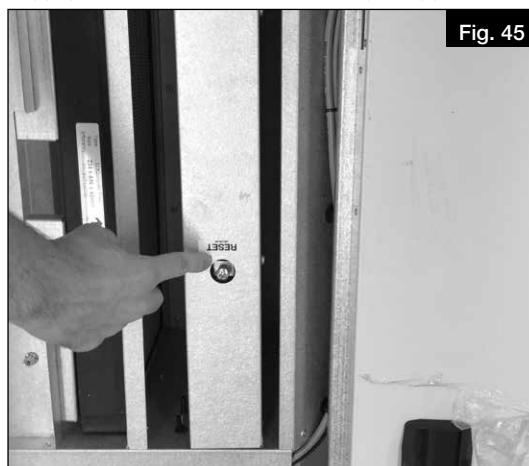

Fig. 45
2. Appuyer sur le bouton Réinitialisation (Reset) pour réinitialiser le préchauffage électrique (voir Fig. 45).